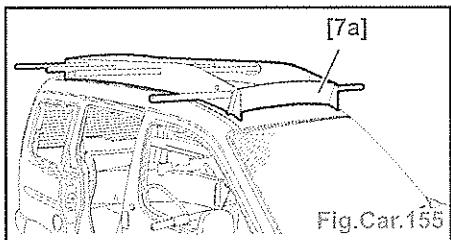

Fig.Car.155
- Poser l'outil [7a] sur le pavillon (Fig. Car.155).